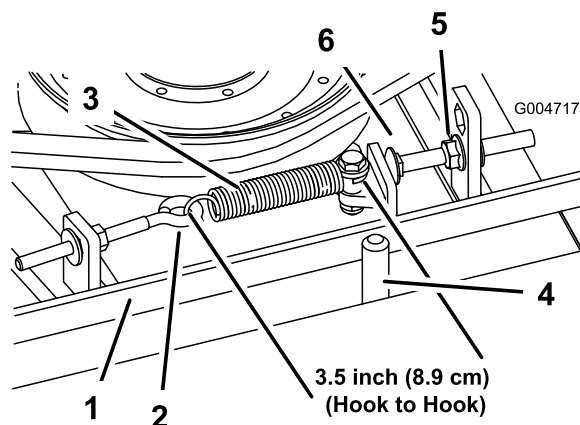

Figura 93
tonda) fino ad ottenere un gioco di 2 - 5 mm tra la testa del bullone ed il braccio di rinvio (Figura 93).
**Nota:** Verificate che la cinghia si trovi dal lato molla del guidacinghia (Figura 93).
2. Allentate il bullone ad occhio per consentire la rimozione della molla di prolunga (Figura 93).
3. Allentate il dado flangiato che fissa il bullone di arresto all'aletta di montaggio e spostate la puleggia tendicinghia dalla cinghia per rilasciare la tensione (Figura 93).
9. Collegate la molla di prolunga (Figura 93) al bullone ad occhio e tendete la cinghia come segue: